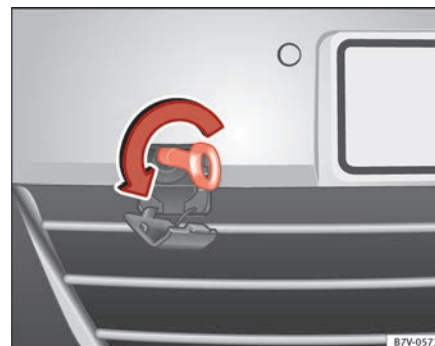

Abb. 218 Im Stoßfänger vorn rechts: Abschleppöse einschrauben.
Die Aufnahme für die einschraubbare Abschleppöse befindet sich vorn rechts im Stoßfänger ⇒ **Abb. 218**.
- Abschleppöse so fest es geht **entgegen dem Uhrzeigersinn** in die Aufnahme drehen ⇒ Abb. 218 ⇒ ①. Einen geeigneten Gegenstand benutzen, mit dem die Abschleppöse vollständig und fest in die Aufnahme eingeschraubt werden kann.